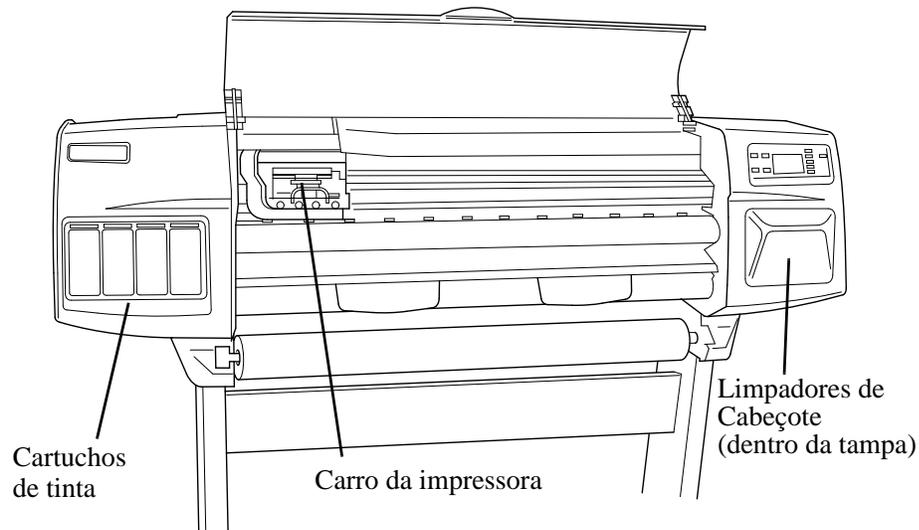
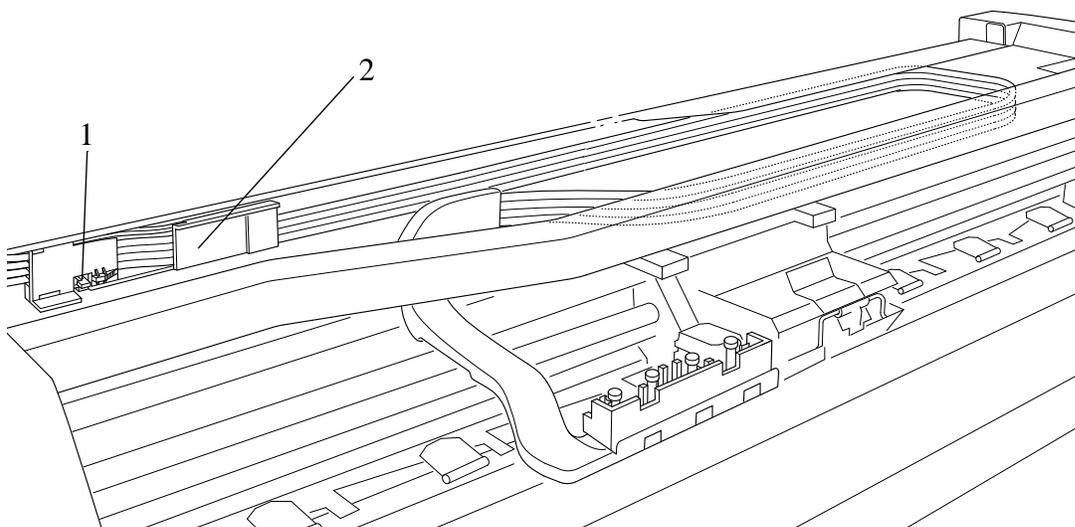

Figura 52: Localização do Carro da Impressora
Figura 63: Clipe de retenção dos tubos
Consulte da Figura 52 à Figura 63.
14. Empurre as abas (item 1) em sua direção, empurre todo o clipe de retenção (item 2) para a direita e depois puxe-o em sua direção (consulte a Figura 63)